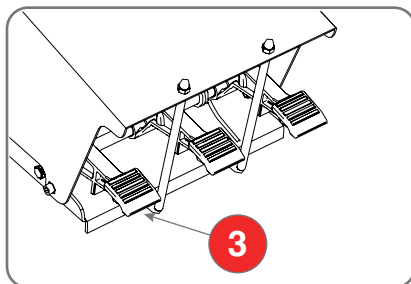

Fig. 6.10
- Appuyer sur la pédale (3 - Fig.6.10) pour libérer le système de blocage de l'autocentreur.
- Relâcher la pédale (3 - Fig.6.10).